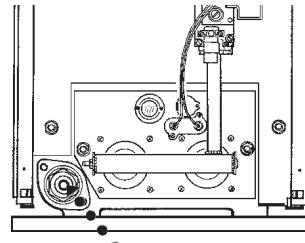

Рис. 3.10
- Перед заполнением убедитесь, что сливной кран закрыт (Рис. 3.10).